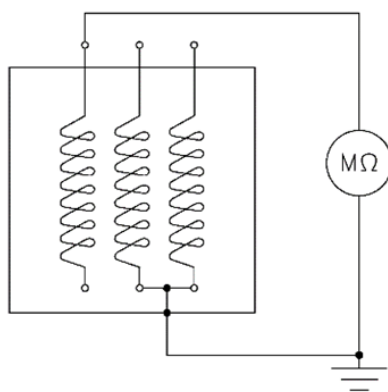

Рисунок 1
- **Главный статор:** сопротивление изоляции измеряется путем отсоединения соединений от регуляторов (регуляторов напряжения и других устройств) или от любого другого устройства на агрегате. Измерение выполняется между фазой и землей; при этом две другие фазы также подсоединены к земле вместе со вспомогательными устройствами (операция повторяется для всех трех фаз). См. Рис. 1 "Измерение сопротивления изоляции обмотки статора".